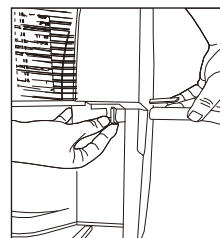

Fig.10b
- Atornille la manguera de jardín en la parte roscada de la bandeja por debajo de la abertura del cubo (Fig. 10b)